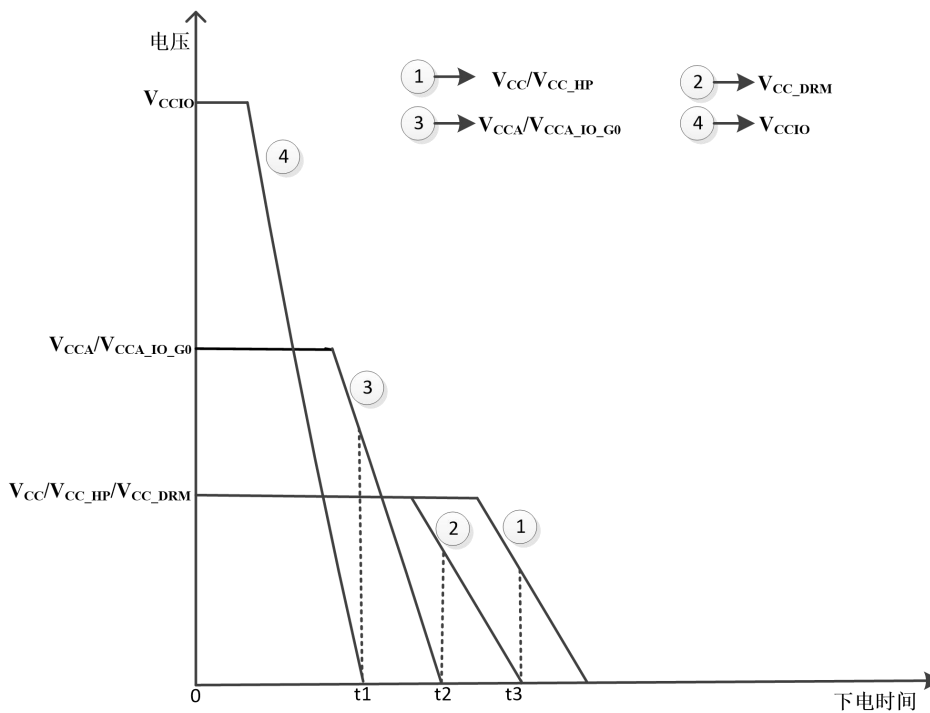

图 3-2 下电时序图
(4) 推荐下电时序如图3-2所示，按(2)下电顺序，各电源电压在下电到零电压前需满足：